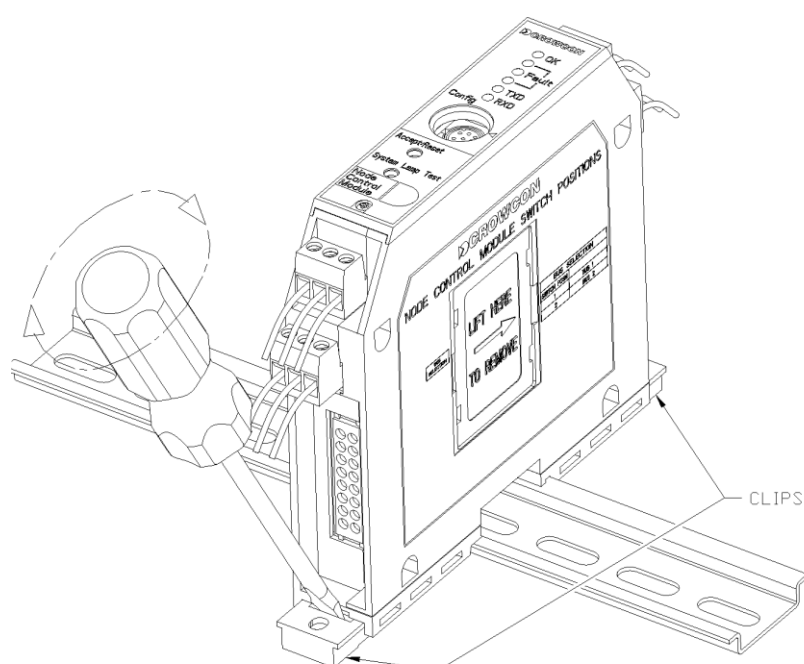

Figura 14: modulo su guida DIN e metodo di smontaggio.
I moduli si inseriscono sul canale della guida DIN e sono tenuti in sede dalle spine in plastica. Vedere la Figura 14.
2. Per smontare il modulo, sollevare le spine superiore ed inferiore utilizzando un giravite, come mostrato in Figura 14. Sfilare il modulo dalla guida DIN.